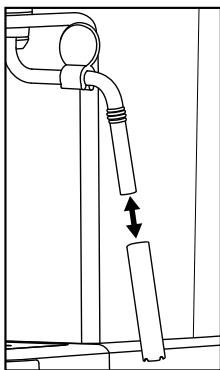

Figure 1
- 5) Retirez la gaine du mousser à lait **10** (figure 1) et la nettoyez soigneusement à l'eau chaude.
- 7) Glissez à nouveau la gaine sur la buse (figure 1).